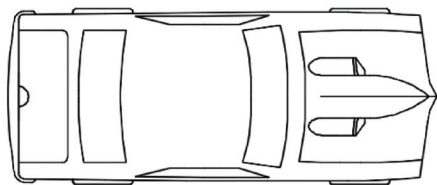

图 9-50 练习图形 1
(8) 打开“9_ex8.dwg”练习文件，练习将图 9-50 所示的跑车俯视图图形创建成图块，并在图形中练习插入块的操作。